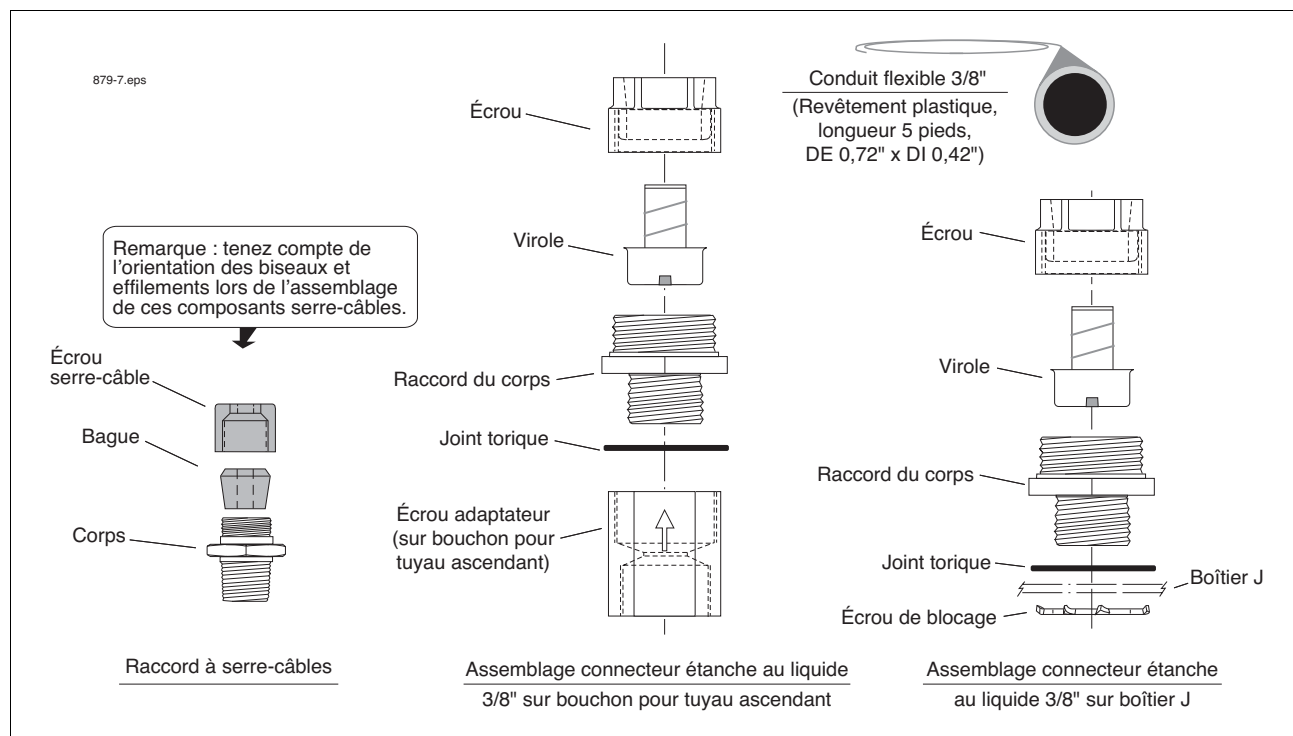
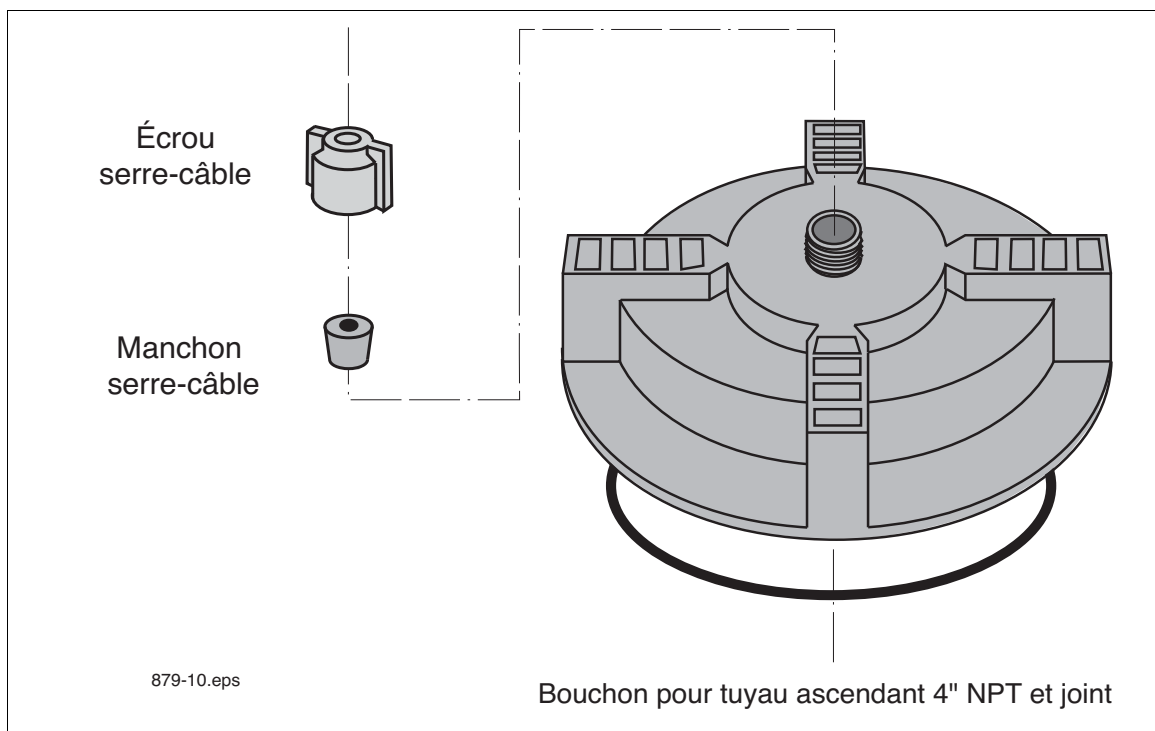
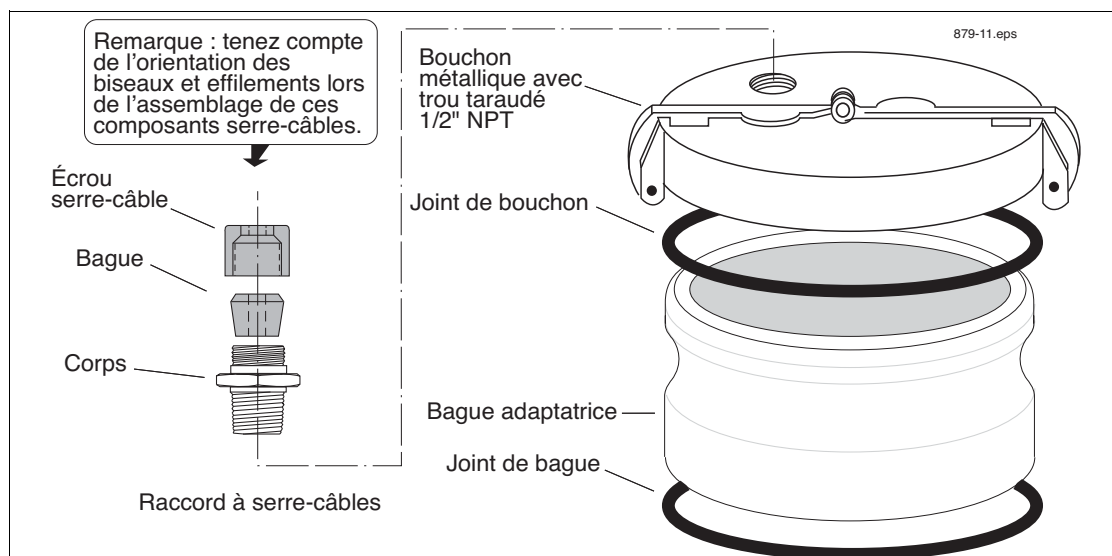

Figure 10. Kit d'installation AST de sonde Mag
Figure 13. Kit de bouchon et de serre-câbles
Figure 14. Kit de bouchon métallique et bague
Ce kit est recommandé pour l'installation de sondes Mag dans une cuve de stockage en surface (AST). Ce kit contient une longueur de conduit flexible, des connecteurs, etc., pour faciliter l'accès à la sonde. Le contenu de kit est indiqué dans le Tableau 6 et illustré à la Figure 10.
Ce kit de bouchon pour tuyau ascendant (Tableau 9) contient un bouchon non métallique à visser sur le tuyau ascendant 4" NPT (Figure 13). Le bouchon est fourni percé et taraudé avec un serre-câbles.
Ce kit de bouchon pour tuyau ascendant contient une bague adaptatrice à visser sur le tuyau ascendant 4"NPT et un bouchon métallique à ouverture rapide à serrer sur la bague (Tableau 10). Le bouchon est fourni percé et taraudé avec un serre-câbles (Figure 14).
1. Si vous utilisez le bouchon monobloc (voir Figure 13 à la page 22), poussez l'extrémité du câble de la sonde dans le manchon serre-câble et l'écrou sur le bouchon, en laissant un minimum de jeu entre la sonde et le bouchon. Vissez le bouchon sur le tuyau ascendant à la main jusqu'à ce que le joint touche le tuyau. Frappez ensuite délicatement sur le bouchon avec un marteau pour le resserrer de 3/4 de tour. Passez à l'étape 3.
2. Si vous installez le bouchon métallique et la bague adaptatrice (voir Figure 14 à la page 23), vissez la bague sur le tuyau ascendant 4" jusqu'à ce que le joint touche le tuyau, puis utilisez une clé pour tuyau pour la resserrer de 3/4 de tour. Poussez le câble dans le bouchon métallique et le serre-câbles, puis serrez le bouchon sur la bague.
1. Si vous utilisez le bouchon monobloc (voir Figure 13 à la page 22), poussez l'extrémité du câble de la sonde dans le bouchon et le manchon serre-câble, en laissant un minimum de jeu entre la sonde et le bouchon. Jetez l'écrou serre-câble et fixez l'écrou adaptateur issu du kit AST sur le bouchon (voir Figure 10 à la page 19). Serrez l'écrou adaptateur jusqu'à ce que le câble soit maintenu fermement. Passez à l'étape 3.
2. Si vous installez le bouchon métallique et la bague (voir Figure 14 à la page 23), vissez la bague sur le tuyau ascendant 4" jusqu'à ce que le joint touche le tuyau, puis utilisez une clé pour tuyau pour la resserrer de 3/4 de tour. Utilisez du produit d'étanchéité pour tuyau homologué UL (adapté aux carburants utilisés), et vissez le raccord à serre-câbles dans l'orifice fileté, puis serrez. Placez le manchon serre-câble dans le raccord. Jetez l'écrou serre-câble et vissez légèrement l'écrou adaptateur issu du kit AST sur le raccord à serre-câbles (voir Figure 10 à la page 19). Poussez le câble dans le bouchon métallique, la bague et l'écrou adaptateur, puis serrez le bouchon sur la bague. Veillez à ce qu'il y ait un minimum de jeu entre la sonde et le bouchon, puis serrez l'écrou adaptateur jusqu'à ce que le câble soit maintenu fermement.
3. Assemblez ensuite les connecteurs étanches à l'eau aux deux extrémités du conduit flexible comme illustré à la Figure 10. Poussez le câble dans l'assemblage de conduit flexible et dans le boîtier J. Raccordez l'assemblage de conduit flexible à l'écrou adaptateur d'un côté et au boîtier J de l'autre.